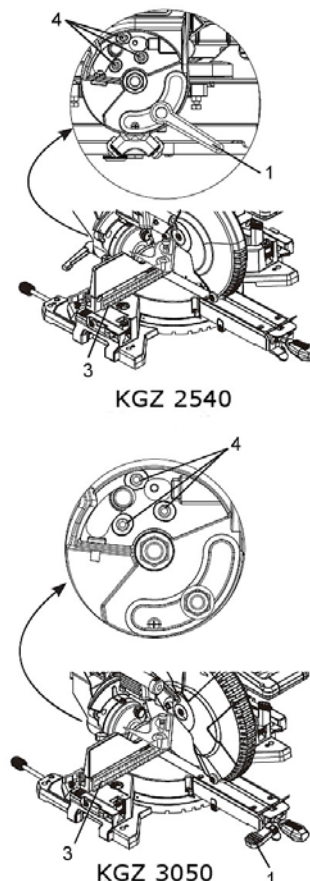

Abb. 18: Einstellung der 90° Neigung
Einstellung der 90° Neigung (Abb. 18, 19)
Einstellung des 45° Rechts-Neigungswinkel positiver Stop (Abb. 18, 19, 20)
- Schritt 2:** Lösen Sie den Schrägverriegelungsgriff (1, Abb.18) und neigen Sie den Schneidarm nach rechts.
Einstellung des 45° Links-Neigungspositivstop (Abb. 18, 19, 20)
Schritt 2: Lösen Sie den Schrägverriegelungsgriff (1, Abb. 18) und neigen Sie den Schneidarm nach links.
Einstellung des 33,9° Rechts-Neigungswinkel (Abb. 18, 19, 20)
Schritt 2: Lösen Sie den Gehrungsverriegelungsgriff (1) (Abb. 18).
Einstellung des 33,9° linken Neigungswinkels (Abb. 18, 19, 20)
Schritt 2: Lösen Sie den Neigungsverriegelungsgriff (1). (Abb. 18)